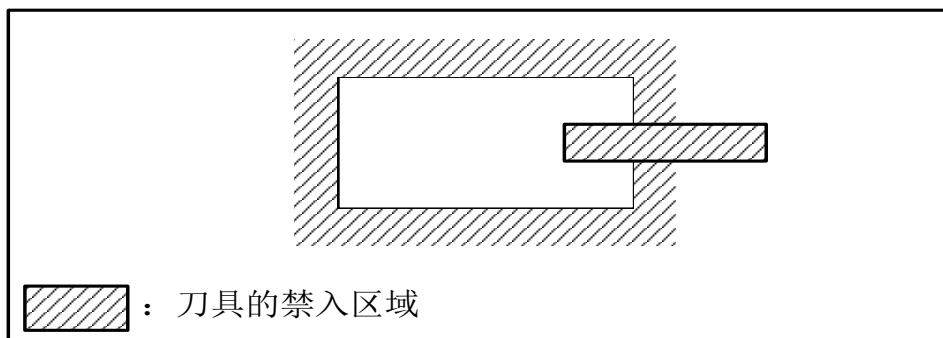

图 2-6-5 设置重叠的禁入区域
4) 刀具禁入区域的重叠：禁入区域可以以重叠的方式设置。如图2-6-5所示。